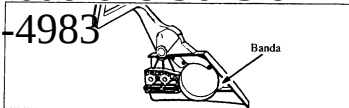

Figura 34
2. Limpie a fondo todo el mecanismo cada 10 tanques de combustible o cada 5 horas de funcionamiento, cualquiera que sea menor. No permita depósitos de aceite o grasa en la banda ni el tambor. Figura 34.